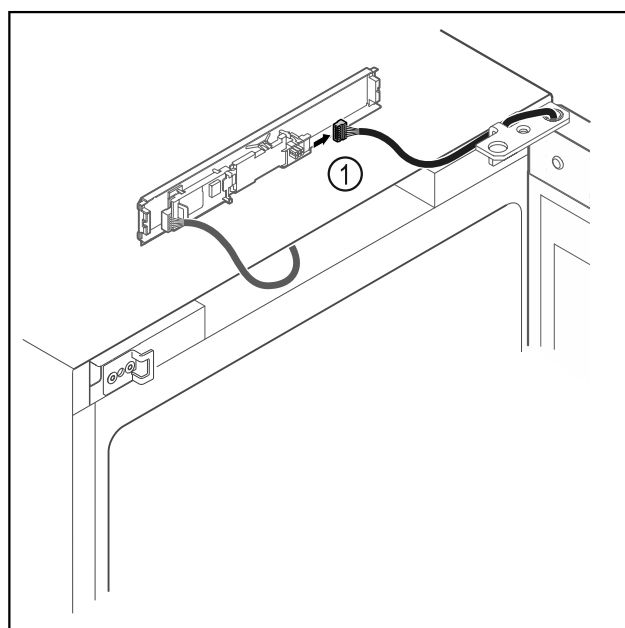

Fig. 7
- ▶ Desenchufar el conector Fig. 7 (1) de la platina.